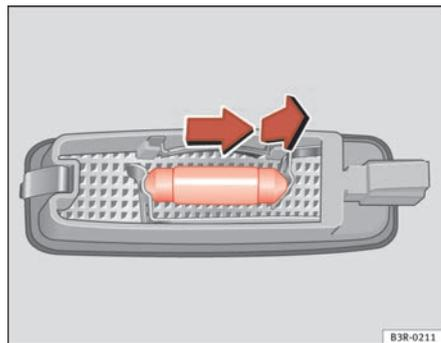

Fig. 236 Desmontaje luz del parasol
- Retire la lámpara, moviéndola en el sentido de la flecha y hacia afuera ⇒ fig. 236. ■